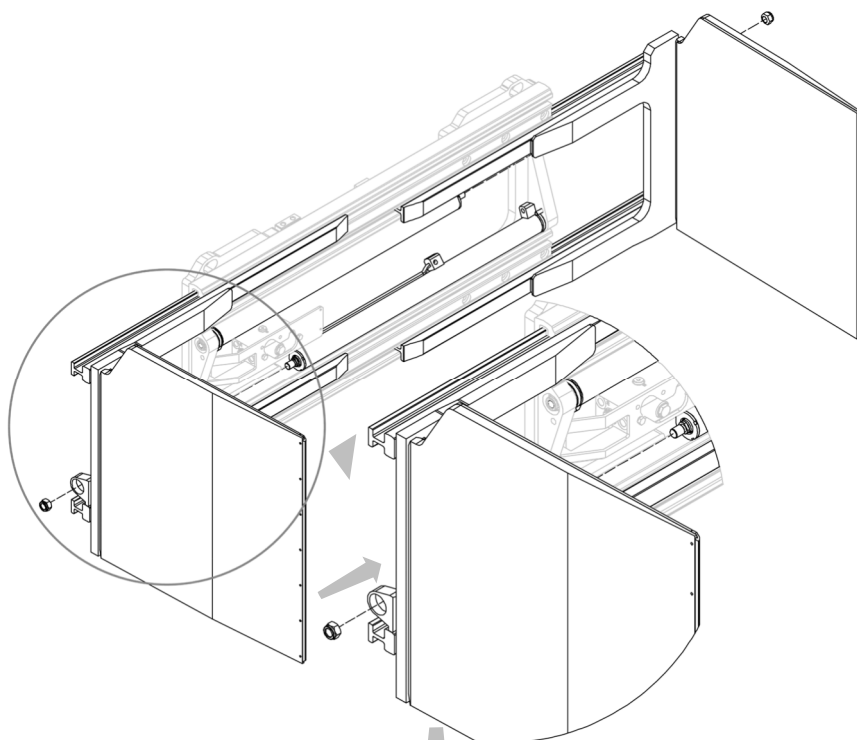
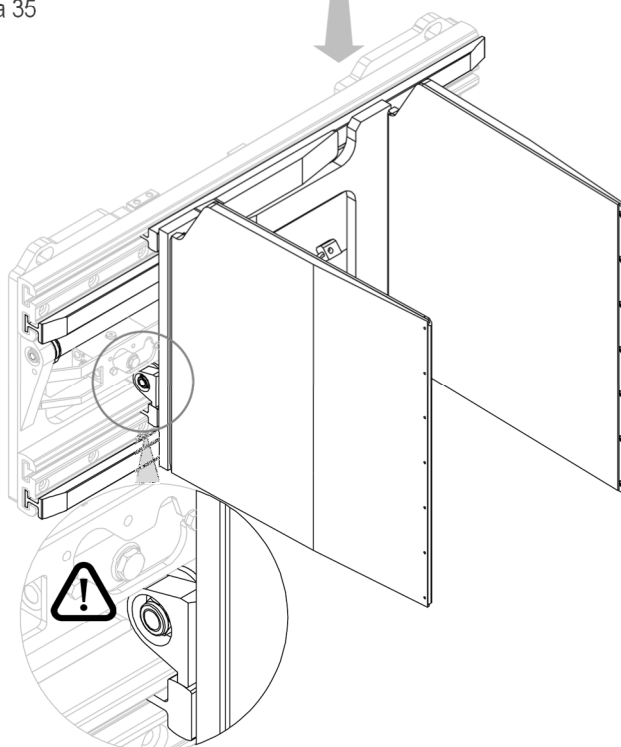

Figura 35
Figura 36
2. Insertar, una a una, las horquillas en los asientos correspondientes y apretar las tuercas correspondientes que las unen a los cilindros (ver *Figura 35* y *Figura 36*).